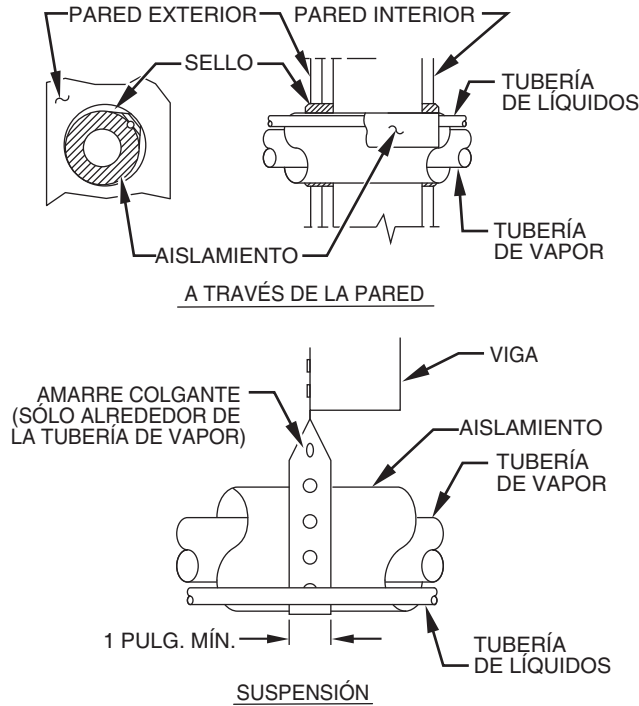

Fig. 1 — Instalación de las tuberías de conexión
5. Cuando meta las tuberías de refrigerante por la pared, selle la abertura con caucho de silicona RTV o con otro tipo de compuesto maleable con silicona para calafateo. (Fig. 1.)
7. No cuelgue la tubería de refrigerante de las vigas del piso o de la pared con alambres rígidos ni flejes que toquen directamente los tubos. (Fig. 1.)
9. Si es necesario use amarres colgantes que tengan 1 pulgada de ancho y que se adapten a la forma del material aislante de los tubos. (Fig. 1.)